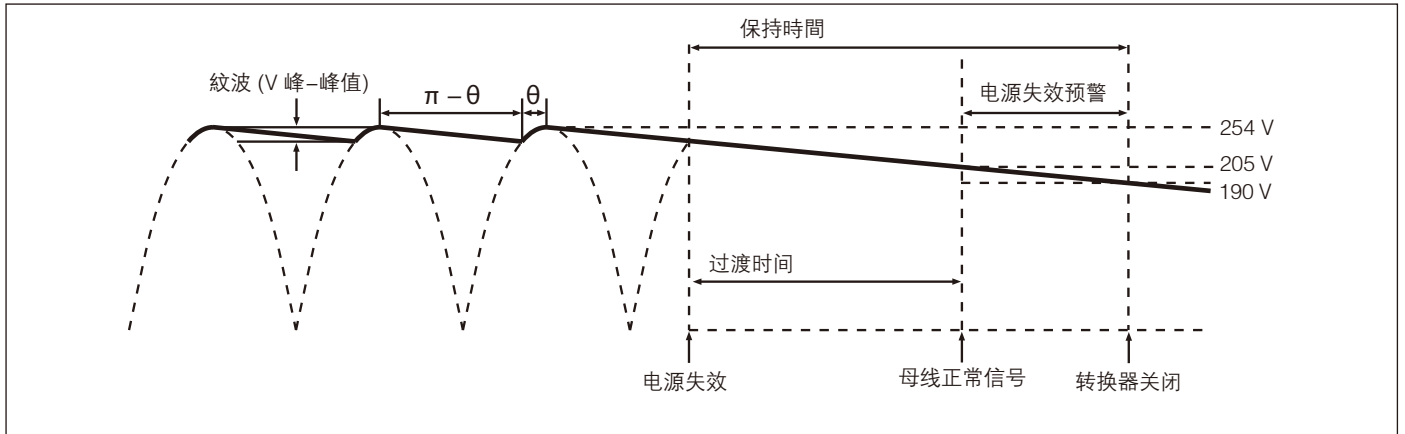
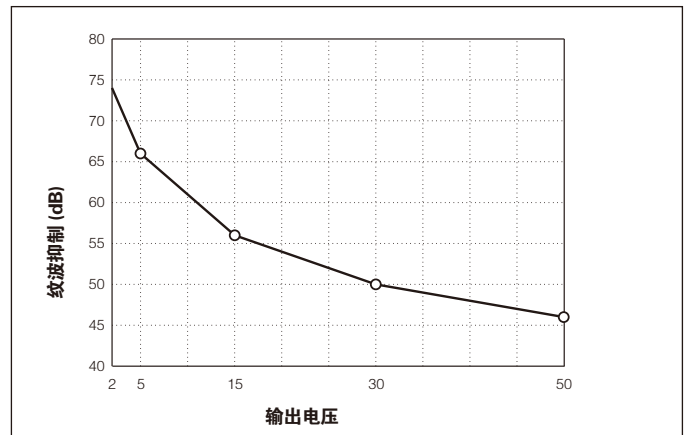

图 8-7 随着交流电源中断的母线电压波形图
图 8-11 转换器模块纹波抑制比与输出电压的关系 (典型)
**保持电容** 保持电容的容量决定于输出母线电压的纹波、电源中断保持时间和过渡时间。(图 8-7)
电源失效预警时间 ( $\Delta t$ ) 是指电源中断预警母线正常信号 (BOK) 到转换器模块关断之间的时间, 如图 8-7 所示。母线正常信号 (BOK) 和使能门限值分别为 205 V 和 190 V。将这些数值代入公式 (3) 中, 可简化电源失效预警时间、功率和母线电容之间的关系:
例如, 转换器输出电压为 15 V, 额定输入电压为 300 V 时, 纹波抑制比将为 56 dB, 即输入纹波电压 10 V 峰-峰值将产生输出纹波电压 15 mV 峰-峰值。(图 8-11) 公式 (3) 仍然适合于计算保持电容所需的容量, 在这种情况下,  $V_1$  和  $V_2$  分别为纹波电压峰值和谷值处的母线电压瞬时值 (图 8-7)。在经整流的市电电压的两个峰值之间的时间间隔  $\Delta t$  内, 保持电容必须保持规定的母线电压,  $\Delta t$  可由下式给出:
(图 8-7)
**决定 DC-DC 转换器输出端的纹波电压** 图 8-11 用于决定 DC-DC 转换器的纹波抑制比。可以看出，输出电压为 12 V 时，纹波抑制比约为 60 dB。因为母线电压上的纹波为 12 Vac 且转换器的纹波抑制比为 60 dB，因此因输入电源 (初级 120 Hz) 纹波而产生的转换器输出纹波应为 12 mV 峰-峰值。